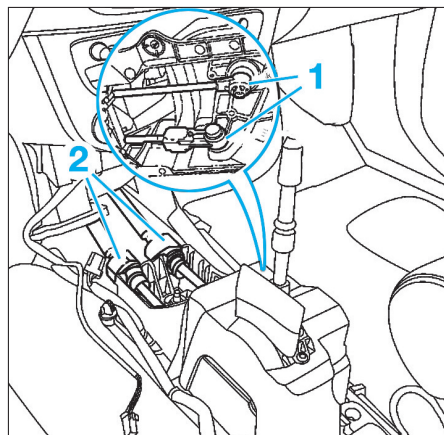

FIG. 8
- Désaccoupler les câbles de commande de vitesses, en agissant sur les rotules (1) puis en tirant les câbles (2) de leur arrêt de gaine (Fig.8).
- A l'aide d'une clé plate, dégrafer la rotule de levier de vitesses (Fig.8).